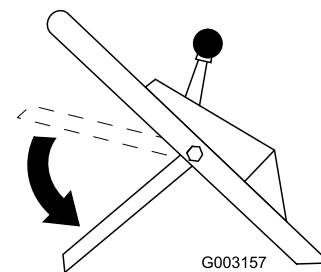

Рисунок 17
8. Переведите птлангу управления ножом в самое нижнее положение (Рисунок 17).